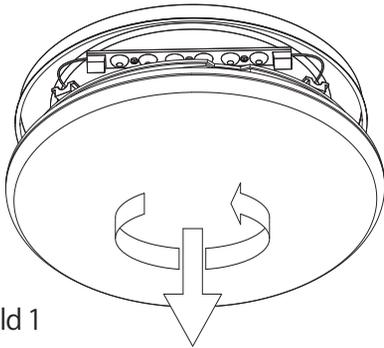

Bild 1
1. Bild 1: Die Kuppel von der Grundplatte evtl. abnehmen (Bajonett-Verriegelung).